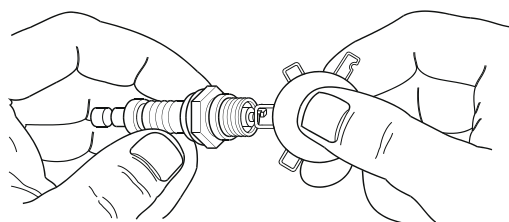

Figure 4-3 : Réglage de l'écartement des bougies
5. Vérifiez l'écartement des électrodes à l'aide d'une jauge d'épaisseur. Voir Figure 4-3. Régalez l'écartement en pliant soigneusement l'électrode de masse à :